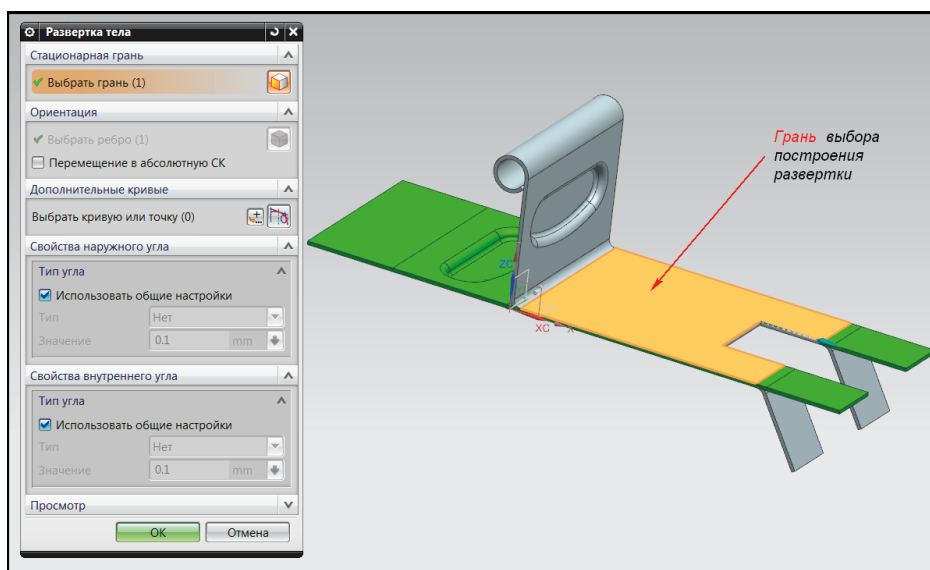

Рис. 1.19. Развертка изделия
8. Постройте развертку без учета деформации подштамповки (ленточная панель – раздел **Шаблон развертки – Развертка тела**). Результат представлен на рис. 1.19.